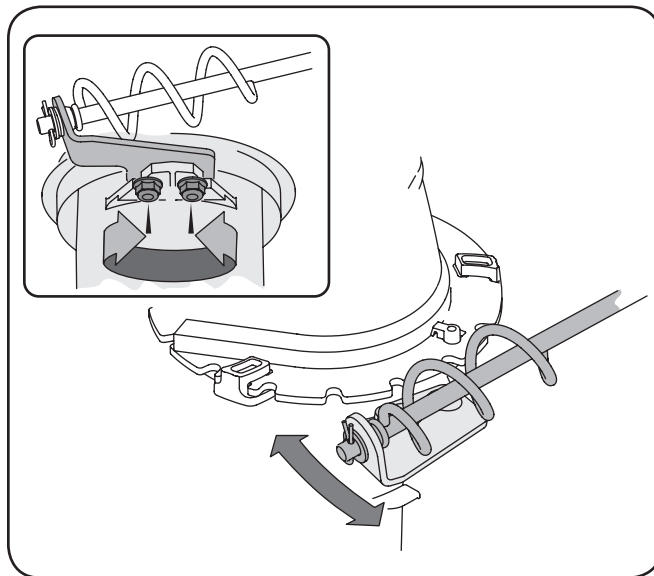

Figura 6-9
1. Aflojar las dos tuercas que aseguran el soporte del canal y lo colocan de nuevo levemente. Vea la Figura 6-9.